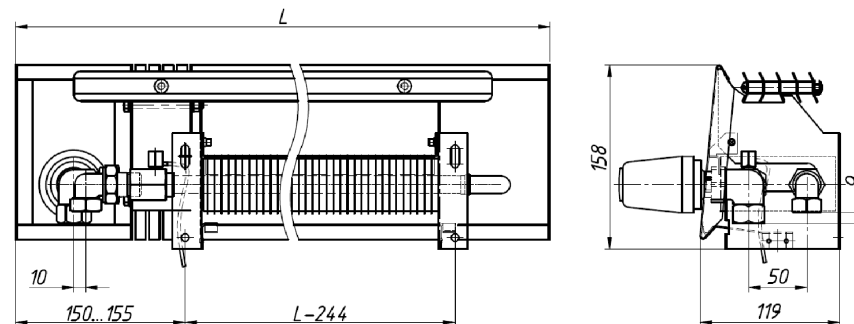

Рис.1 Конвектор настенный с нижним подключением ПКНН – 104...125 Р Т2ф
- 4.1. Конвектор состоит из следующих основных частей (Рис.1, 2) :
- 4.4. Размеры и технические характеристики изделий представлены на Рис.1, 2 и в таблице 1.